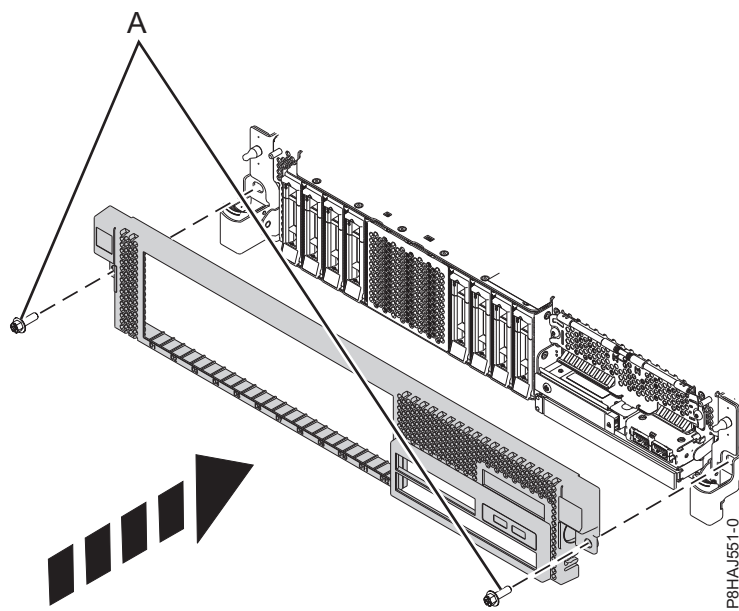

Figure 80. Installation du capot avant
3. Appuyez sur les loquets dans le sens indiqué dans la figure 80, à la page 107. Le capot avant se met en place ; il est doté d'un renforcement permettant de le tenir plus facilement.
4. Remettez en place les vis de transport (A).